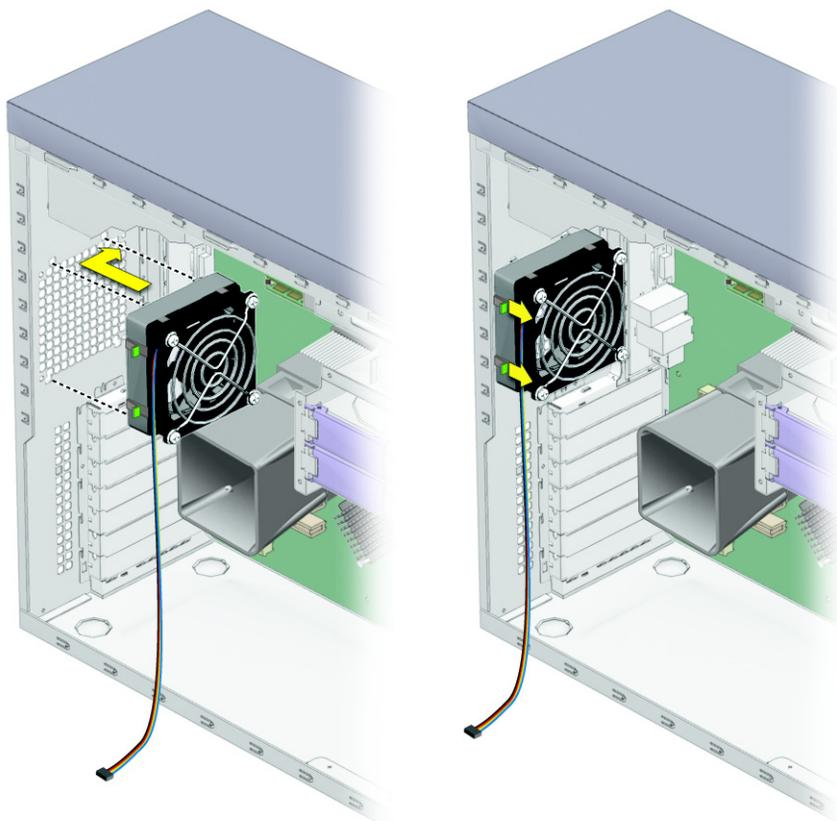

РИС. 4-25 Установка вентилятора системы
4. Отожмите вперёд два фиксатора на левой стороне кронштейна вентилятора и введите в зацепление четыре крючка на задней части кронштейна с четырьмя угловыми отверстиями в задней решётке корпуса (см. РИС. 4-25).